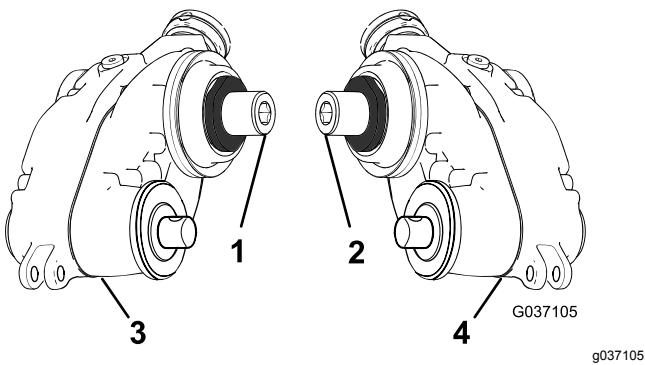

Figura 6
- Individuate le scatole della trasmissione grooming con trasmissione sinistra e destra; fate riferimento a Figura 6.